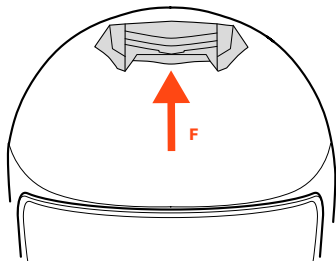

FIGURE 5
PRISE D'AIR FRONTALE SUPERIEURE – F – Figure 5/6
- Figure 5: prise d'air complètement fermée.